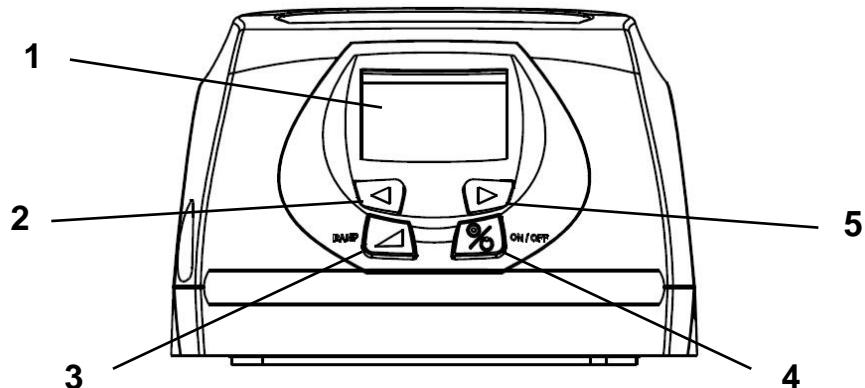

Figura 3 – Vista de la parte delantera
Ponga en marcha el aparato pulsando el botón de marcha/vigilia (punto 4 de la Figura 3, página 51). La pantalla se ilumina y se muestra la presión estimada en la mascarilla en el aparato Sandman Duo™ o Sandman DuoST™. La pantalla permanecerá iluminada durante 30 segundos después de pulsar por última vez la tecla; no puede ajustarse este tiempo.
1. Ponga en funcionamiento el aparato pulsando el botón de puesta en marcha/vigilia (punto 4 de la Figura 3, página 51). La pantalla se ilumina y aparece la presión estimada en la mascarilla con el aparato Sandman Duo™ o Sandman DuoST™ (vea Figura 14).